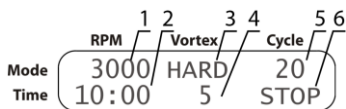

Рисунок 4. СМС-алгоритм
- **СМС-алгоритм.** Установите скорость (рис. 4/1) и время (рис. 4/2) центрифугирования. Установите интенсивность (рис. 4/3) и время (рис. 4/4), вортексирования. Установите количество циклов СМС-алгоритма (рис. 4/5).
- 5.4.5 После завершения установленного числа циклов, прибор останавливается, дисплей показывает мигающую индикацию STOP (рис. 4/6), сопровождаемую звуковым сигналом. Нажмите кнопку **Run/Stop** чтобы остановить сигнал. Модель **MSC-6000** разблокирует крышку после остановки ротора. Откройте крышку и извлеките пробирки.